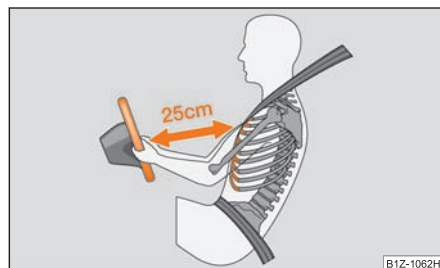

Fig. 148 Bonne distance par rapport au volant
- Il est important que le conducteur et le passager avant soient au minimum à 25 cm du volant et du tableau de bord ⇒ fig. 148. Les airbags ne peuvent pas vous protéger si vous en êtes plus près – danger mortel! Les sièges avant et les appuie-tête doivent en outre toujours être ajustés en fonction de la taille des personnes.